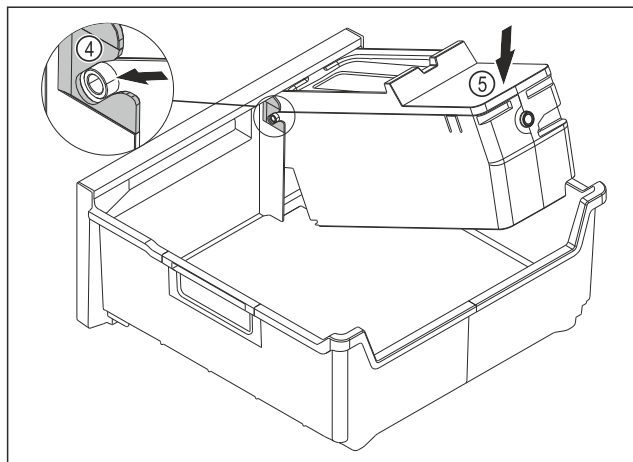

Fig. 89
- ▶ EasyTwist-Ice-corpus monteren: Assen van de EasyTwist-Ice-corpus in de geleidingen Fig. 89 (4) schuiven.
- ▶ EasyTwist-Ice-corpus Fig. 89 (5) achter omlaag drukken.